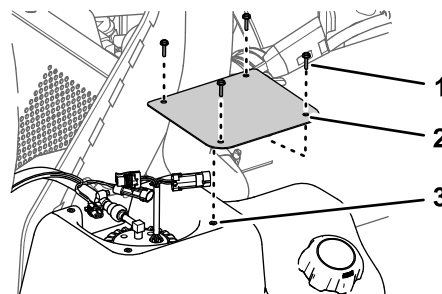

Bild 79
2. Entfernen Sie am Kraftstofftank die vier Schrauben (Nr. 10 x $\frac{3}{4}$ "), mit denen die Abdeckung oben am Kraftstofftank befestigt ist, und nehmen Sie die Abdeckung ab (Bild 79).